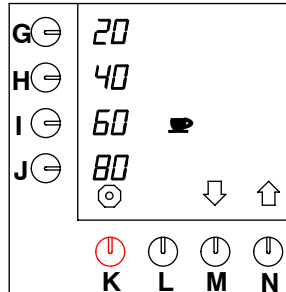

Fig. 35 Cambio de las teclas de selección preprogramadas para tazas
- Mantenga apretada la tecla de programación (N.)↑ hasta que en el display aparezca fig. 35 .